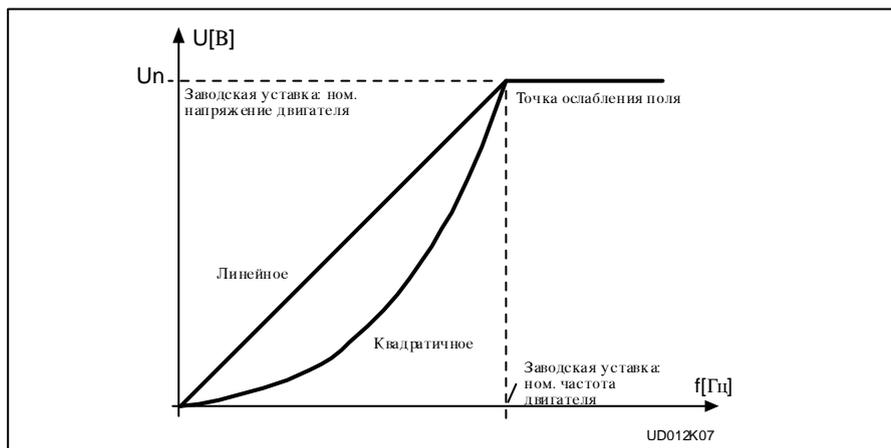

Рис. 3.4-1 Линейное соотношение U/f.
**Линейное:** Напряжение на двигателе растет линейно с увеличением частоты от 0 Гц до номинальной частоты двигателя. Номинальное напряжение подается на двигатель при номинальной частоте. См. рис. 3.4-1.
**Квадратичное:** Напряжение двигателя изменяется по квадратичной зависимости по мере возрастания частоты от 0 Гц до точки ослабления поля. В точке ослабления поля и на частотах, превышающих ее, на двигатель подается номинальное напряжение. См. рис. 3.4-1.